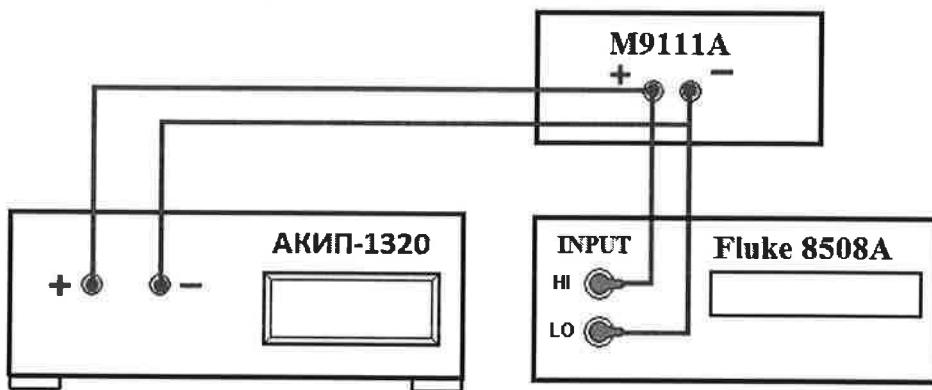

Рисунок 9 – Структурная схема соединения приборов для определения нестабильности напряжения на выходе при изменении тока в нагрузке от  $I_{\max}$  до 0
- разъемы поверяемого источника питания соединить при помощи измерительных проводов с соответствующими разъемами нагрузки электронной АКИП-1320 и мультиметра 8508A (см. рисунок 9);